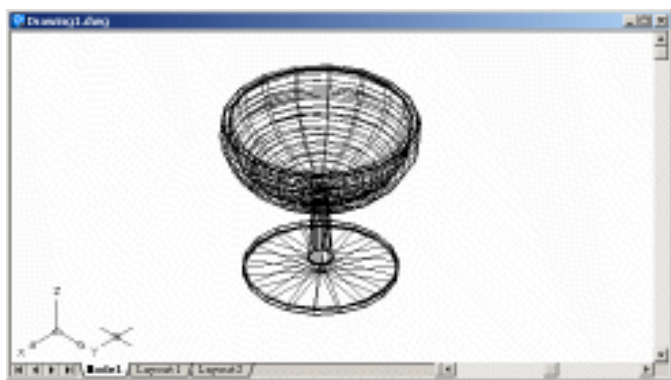

图 14.8 删除多余的线条
(5) 使用 ERASE 命令删去多余的线条，结果如图 14.8 所示。